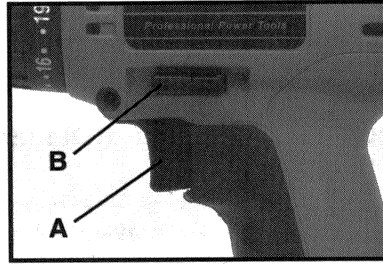

Fig. 1
Serrez l'interrupteur de la gâchette (A) Fig. 1 afin de faire démarrer le moteur. Relâchez la gâchette pour arrêter le moteur. Le plus vous serrerez la gâchette, le plus vite le moteur tournera.
- Assurez-vous que l'interrupteur de la gâchette (A) Fig. 1 est en position d'arrêt "OFF" avant d'essayer d'inverser la direction de rotation.
- Poussez le bouton (B) Fig. 1 vers le côté gauche de la foreuse pour AVANCE (rotation dans le sens des aiguilles d'une montre)
- Poussez le bouton (B) Fig. 1 vers le côté droit de la foreuse pour INVERSION (rotation dans le sens contraire des aiguilles d'une montre)
- Placez le bouton (B) Fig. 1 dans la position centrale pour verrouiller la gâchette dans la position d'arrêt "OFF."